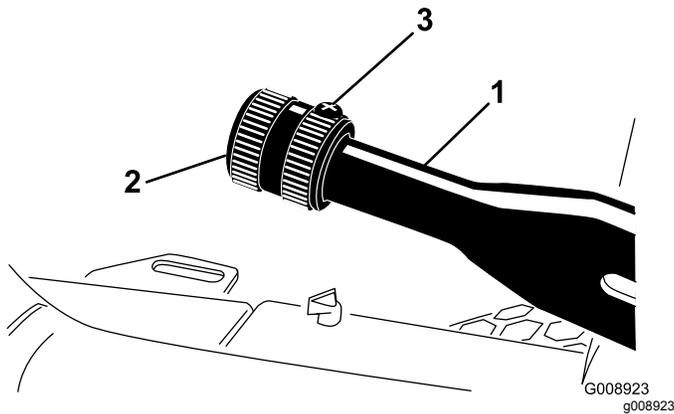

Figura 69
1. Afloje el tornillo de fijación que sujeta el pomo a la palanca del freno de estacionamiento (Figura 69).